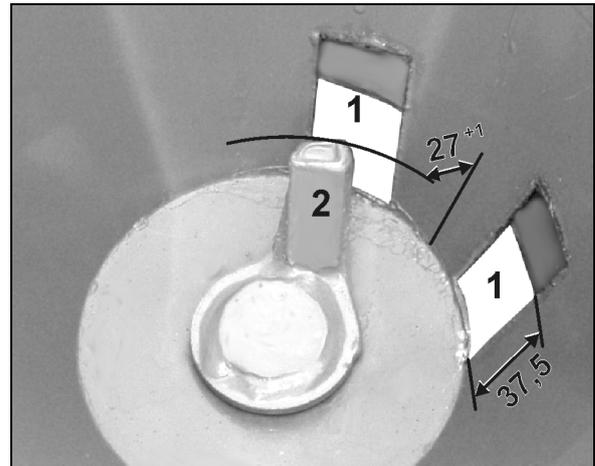

Fig. 25
3. Ambas bocas de descarga deben presentar una abertura de 37,5 mm (Fig. 25).
Controlar la distancia entre los dedos agitadores y la pared de la tolva. El dedo agitador debe permanecer paralelo a la pared de la tolva a una distancia de 27 +1 mm (Fig. 25).
Controlar la distancia entre los dedos agitadores y la pared de la tolva. El dedo agitador debe permanecer paralelo a la pared de la tolva a una distancia de 27 ± 1 mm (Fig. 25).